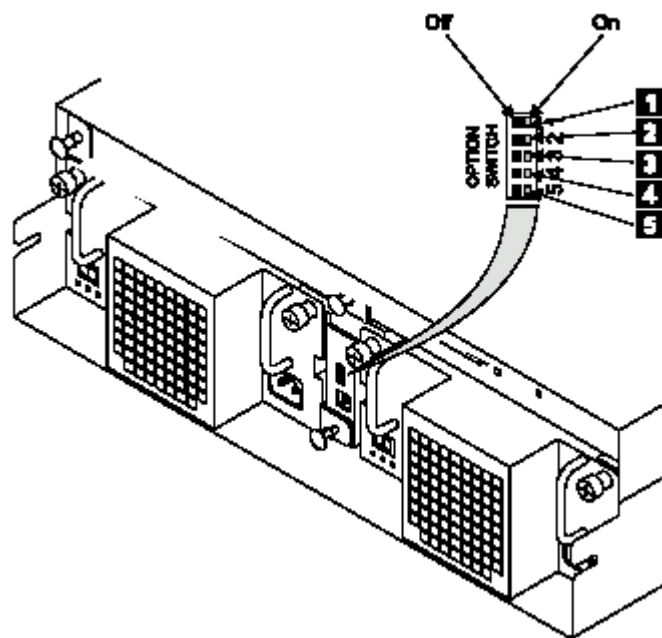
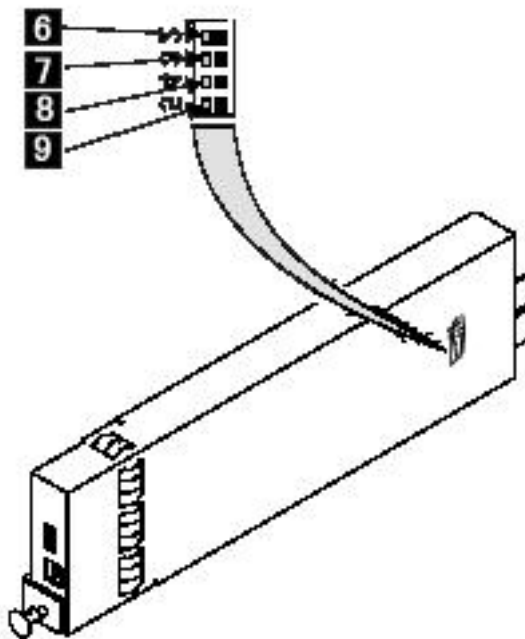

图3-2 Switch卡外部跳线
图3-3 Switch卡内部跳线开关
2. 参照图3-2和图3-3，设置Switch卡的跳线，定义系统工作参数；
外部跳线（图3-2）
内部跳线（图3-3）